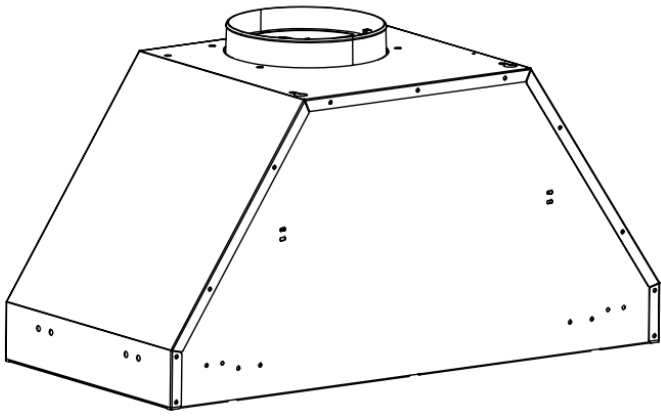

Рис. 5
4. Выньте фильтры, снимите соединение клеммы провода светодиодного света и клеммы провода переключателя, затем выньте всю стеклянную панель в сборе. (См. Рисунок 5.)